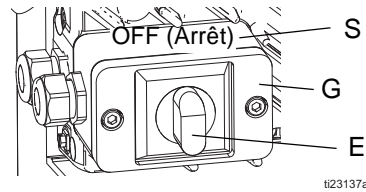

FIG. 3 : Interrupteur d'alimentation
- Poser le cordon jusqu'à l'appareil et déposer les deux vis pour séparer le couvercle (G) du boîtier de raccordement et l'interrupteur d'alimentation (E) du reste du pulvérisateur. Voir FIG. 3.
6. Tourner le bouton d'alimentation (E) sur OFF (ARRÊT). Brancher l'appareil sur une source d'alimentation électrique. Voir FIG. 3, page 6.